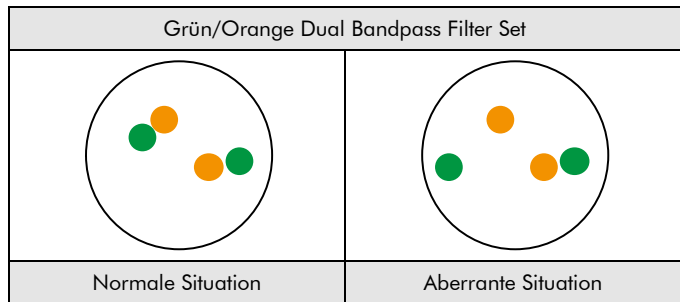

Abb. 2: Zu erwartende Ergebnisse in normalen und aberranten Zellkernen
**Normale Situation:** In Interphasen von normalen Zellen oder Zellen ohne eine Translokation der IRF4,DUSP22-Genregion erscheinen zwei grün/orange Fusionssignale (siehe Abb. 2).
**Aberrante Situation:** Eine von einer Translokation betroffene IRF4,DUSP22-Genregion wird durch ein separates grünes Signal und ein separates oranges Signal gekennzeichnet (siehe Abb. 2).